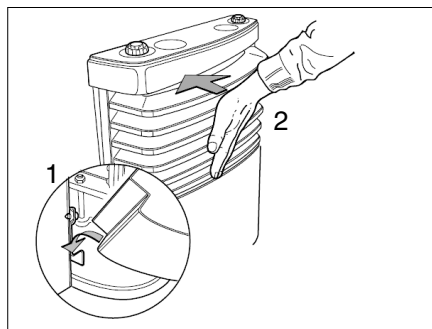

Bild 103 Heizungsverkleidung anbringen
- Heizungsverkleidung montieren. Dazu Verkleidung in die unteren Lager einhängen (Bild 103,1).
- Abdeckung einschwenken bis die Verriegelungshebel hörbar einrasten (Bild 103,2).